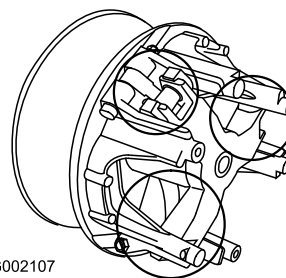

Figure 47
5. Lubrifiez les pièces mobiles aux endroits indiqués par des cercles à la Figure 47 avec du lubrifiant sec en aérosol de marque Toro, disponible auprès des concessionnaires ou distributeurs Toro agréés.